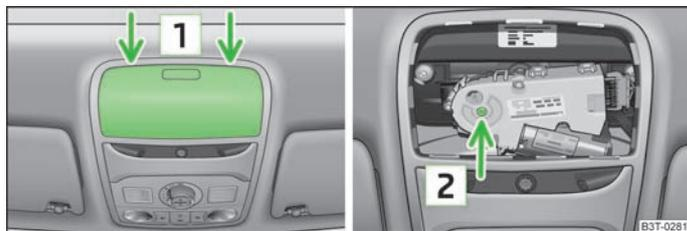

Fig. 31 Vano del padiglione del tetto / punto di applicazione della chiave
In caso di impianto difettoso è possibile chiudere manualmente il tetto scorrevole panoramico. L'azionamento d'emergenza del tetto scorrevole panoramico si trova sotto lo scomparto portaocchiali **1** » fig. 31.
- Inserire con cautela un cacciavite largo circa 5 mm nell'intaglio nei punti indicati con la freccia **1** » fig. 31